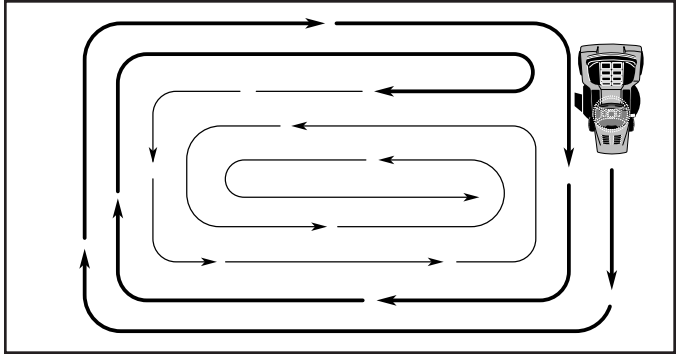

FIG. 14
- Pour tondre une grande surface, on vous conseille de commencer par tourner à droite, de façon à ce que l'herbe ne soit pas déversée sur les arbustes, les clôtures, les allées, etc. Après un ou deux tours, tondez en sens inverse en tournant à gauche jusqu'à ce que le travail soit achevé (Voir la Fig. 14).